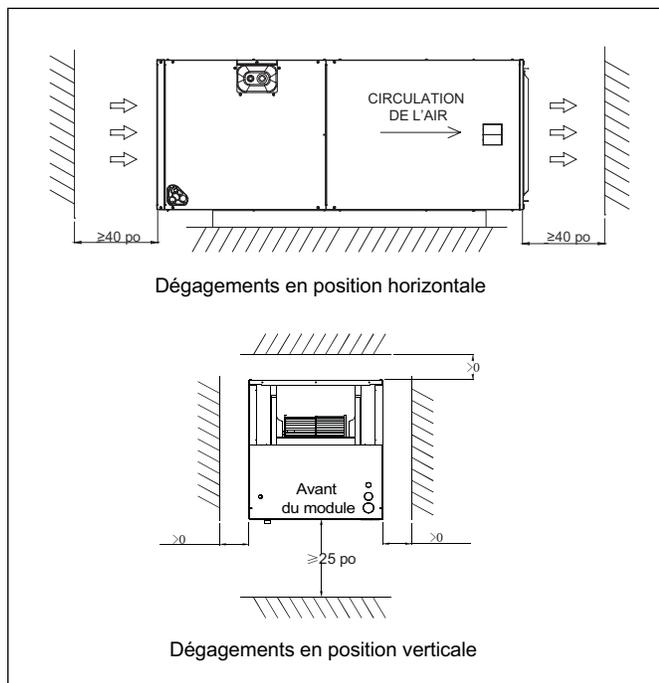

Figure 2 Dégagements nécessaires
- ▶ Le module installé doit avoir les dégagements nécessaires illustrés à la figure 2. Le non-respect de ces instructions peut entraîner des dommages au matériel ou la défaillance prématurée du matériel.